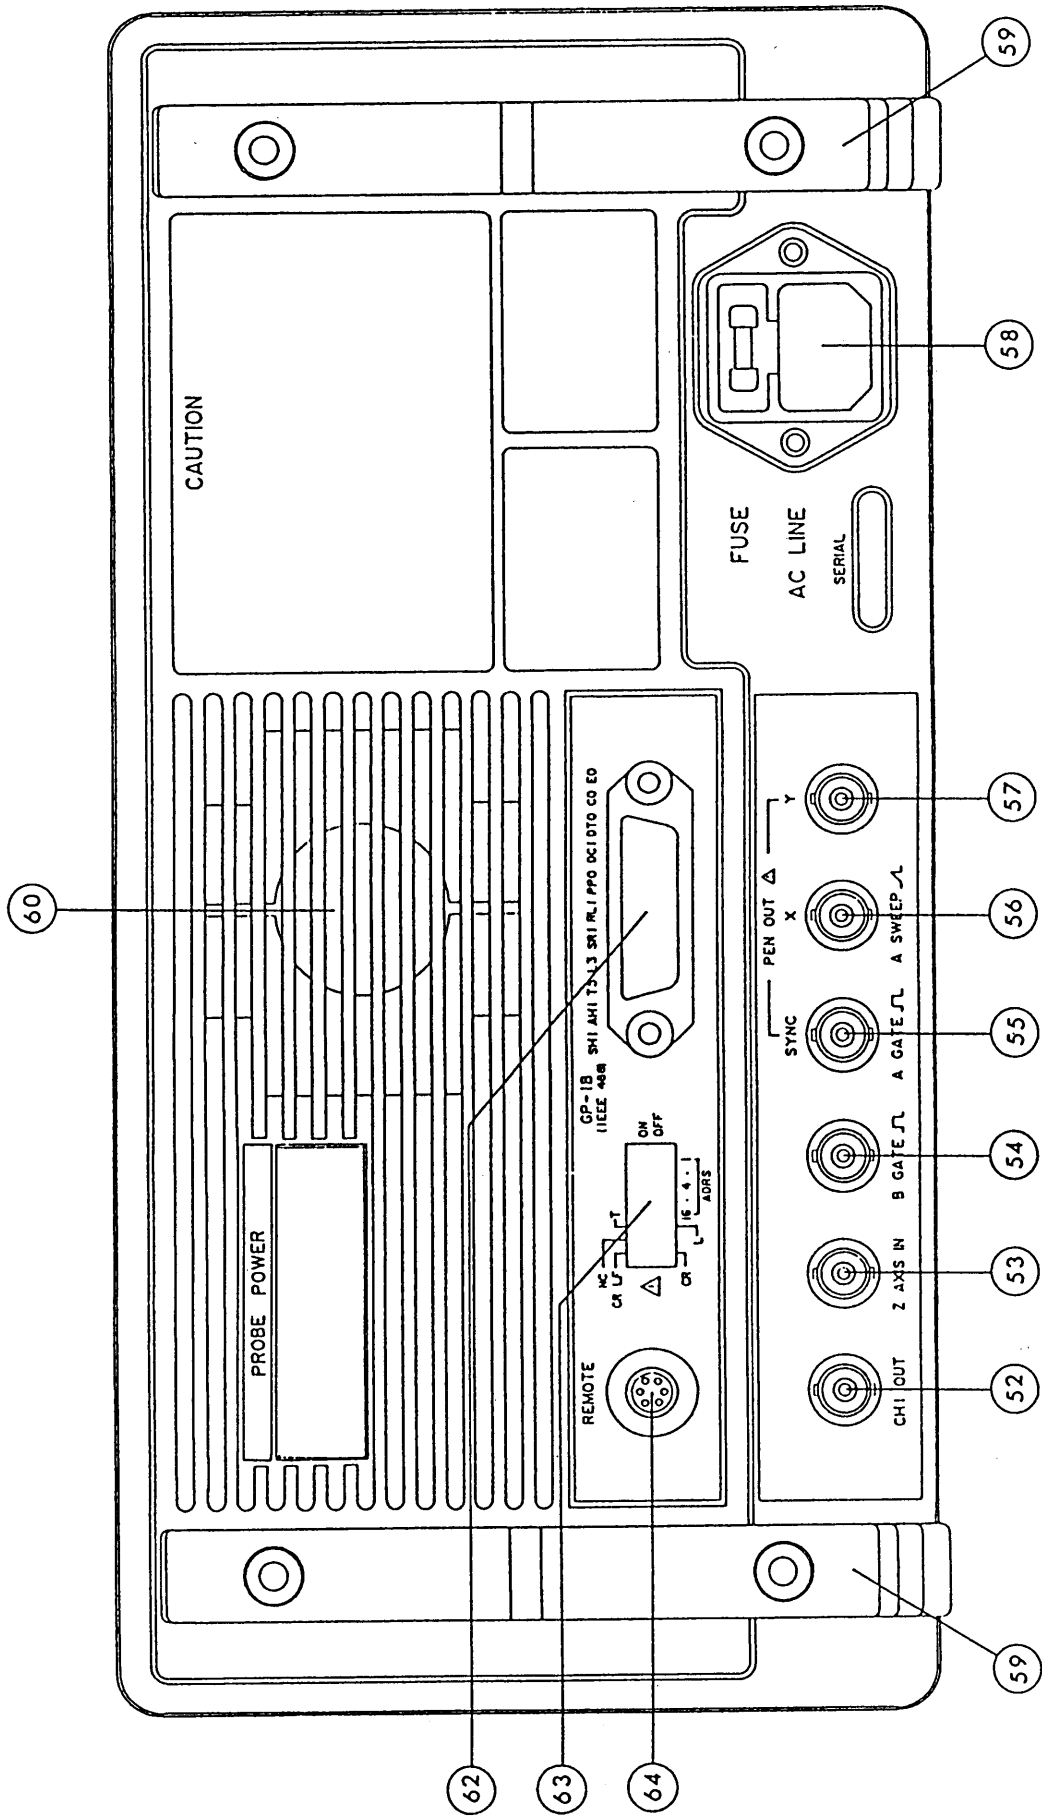

図 4-3 背面パネル (COM7101A、COM7061A)
4.3 背面パネルの説明 (図4-3参照)
- CH1 OUT.....⑤② CH1入力からの信号を出力する端子です。